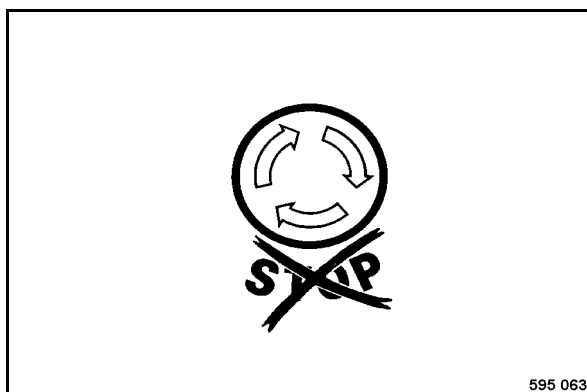

Fig. 49
- S'assurer que l'interrupteur d'arrêt d'urgence (Fig. 49) est déverrouillé.